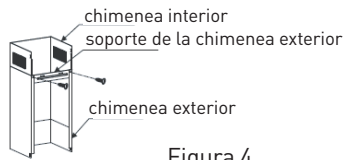

Figura 4
5. Instale el soporte de chimenea exterior en la chimenea exterior utilizando 2 tornillos ST4*8 mm y asegúrese de que la chimenea interior permanezca flexible. Véase la figura 4.